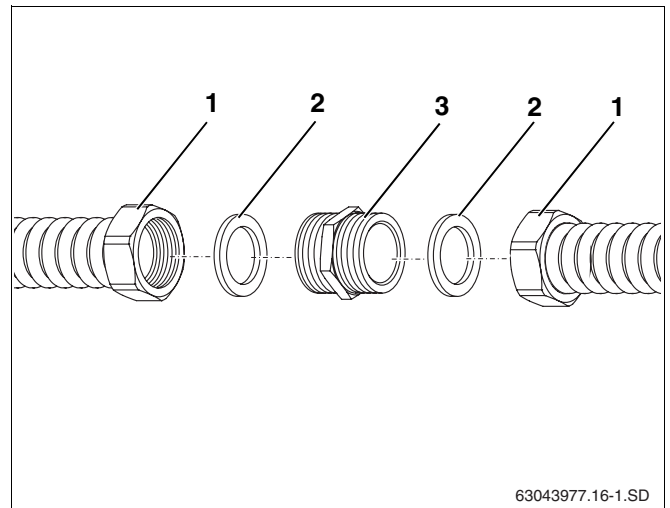

Abb. 14 Twin Tube DN 20 verlängern
Das Edelstahlwellrohr kann bei Bedarf mittels eines Doppelnippels R1 (Abb. 14, **Pos. 4**) verlängert werden. Der zweite Doppelnippel liegt dem Twin Tube DN 20 bei.
- Dichtungen (Abb. 14, **Pos. 2**) in die Überwurfmutter (Abb. 14, **Pos. 1**) einlegen.
- Überwurfmutter (Abb. 14, **Pos. 1**) mit Doppelnippel R1 (Abb. 14, **Pos. 3**) verschrauben.